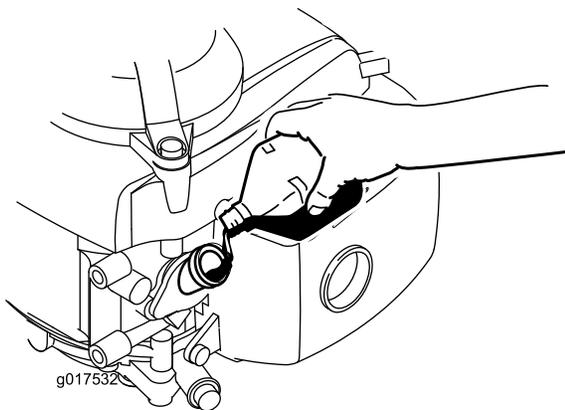

Figura 6
3. Versate **lentamente** dell'olio nel foro di riempimento, attendete 3 minuti poi controllatene il livello con l'apposita asta: dopo averla pulita, inseritela **fino a posizionarne il tappo sul foro di riempimento**, ma senza avvitarela (Figura 6).